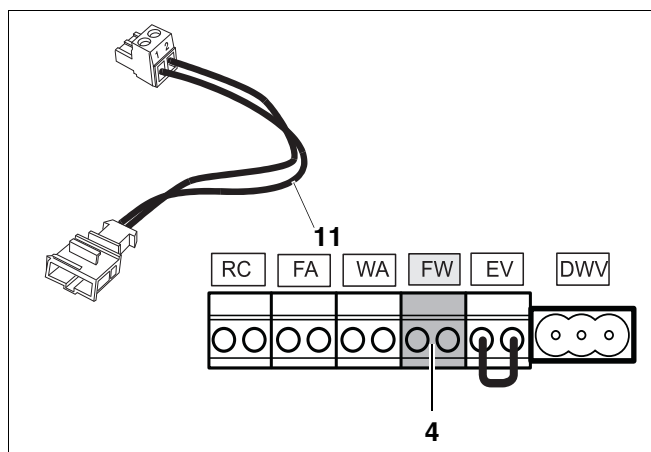

Рис. 34 Клеммы для подключения датчика температуры горячей воды (цвет подключения серый)
- Подключить датчик температуры горячей воды к серой клемме FW (рис. 34, поз. 4). Для этого следует использовать кабель-адаптер, входящий в комплект поставки датчика температуры горячей воды (рис. 34, поз. 11).